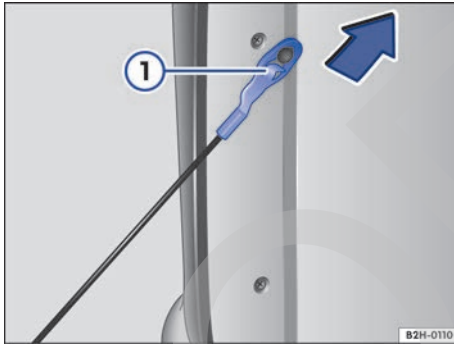

Fig. 25 Desenganchar el cable de sujeción del portón de carga.
- Presione hacia abajo la pestaña de seguridad → **fig. 25 ①**.
- Tire del cable en el sentido contrario al de la flecha → **fig. 25** hasta el tope. El cable está correctamente enganchado cuando la pestaña de seguridad vuelve a su posición original.